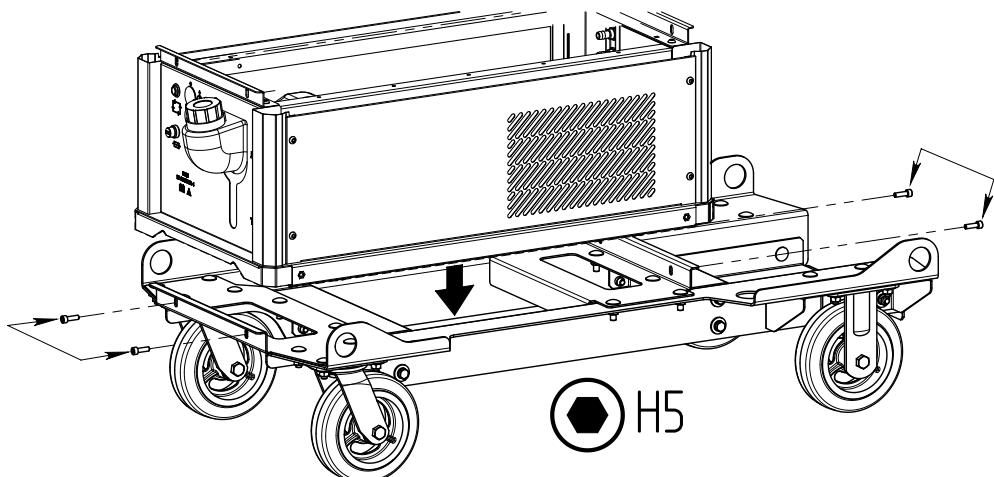

Рис. 4 – Монтаж БЖО на тележку.
- 1 Установить БЖО на ровную поверхность или тележку (опция) при её наличии (см. Рис. 4). Инструкция по монтажу тележки вложена коробку с тележкой. Зафиксировать согласно общей инструкции по монтажу аппарата на тележку.